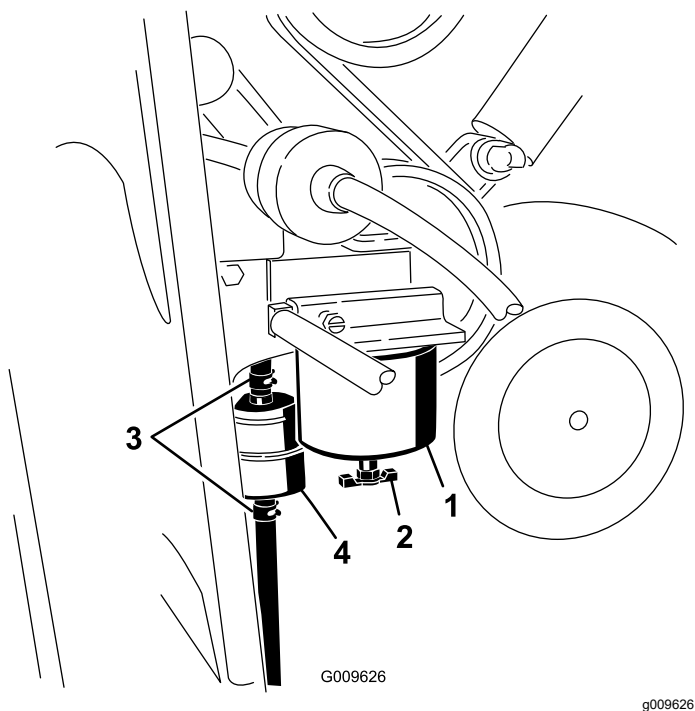

Figura 35
3. Localize o filtro de óleo no lado direito do motor (Figura 35) e coloque um recipiente limpo debaixo dele.
4. Localize os filtros de combustível no lado direito do motor (Figura 35) e coloque um recipiente limpo debaixo dele.
5. Limpe a zona de montagem do recipiente do filtro (Figura 35).
6. Retire o recipiente do filtro e limpe a superfície de montagem (Figura 35).
9. Monte o filtro manualmente até que a junta entre em contacto com a superfície de montagem, rodando em seguida o filtro mais 1/2 volta (Figura 35).
10. Localize o filtro interior à esquerda do recipiente do filtro de combustível (Figura 35) e tenha em conta a seta de direção do fluxo na lateral do filtro interior.
11. Abra os grampos em cada extremidade do filtro interior e deslize os tubos para fora (Figura 35). Deite fora o filtro.
12. Deslize os tubos sobre a extremidade de um novo filtro (Figura 35), assegurando que a seta no filtro está a apontar para o motor ou para a bomba de combustível elétrica.